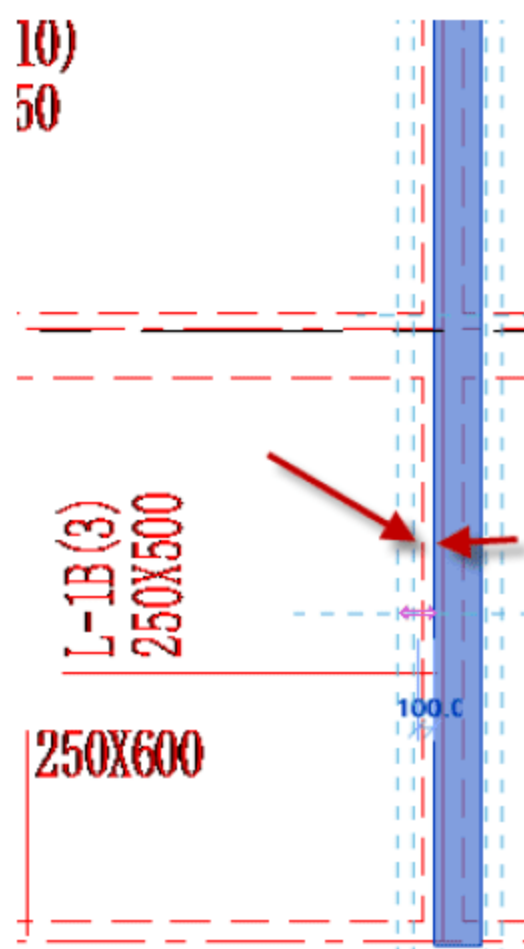

图 4.2.82 调整矩形梁的位置
(7) 调整矩形梁 L-1B 的位置, 选中矩形梁 L-1B, 按快捷键 M+V, 移动矩形梁的位置, 使其与梁线对齐, 如图 4.2.82 所示。